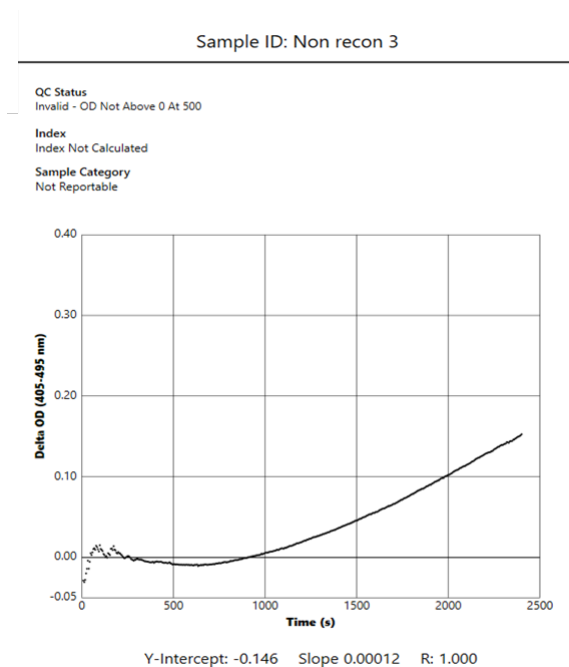

Figura 18. Rapporto con i risultati del test BG Analytics® per un campione con stato QC non valido – Traccia cinetica
- Raffigurazione nel grafico come Delta OD (405–495 nm) rispetto al Tempo (s) con valori di intercetta Y, pendenza e R determinati tra 1900 e 2400 secondi per consentire l'ulteriore analisi del campione (per maggiori informazioni vedere la **Sezione 8 Risoluzione dei problemi**). La Figura 18 mostra un esempio di un campione con stato QC non valido.